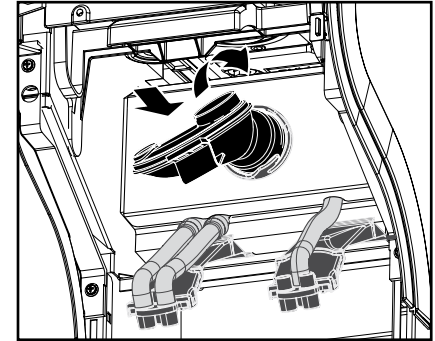

Bild 30
- g. Sätt tillbaka mix-insatsen med tätningsringen igen och vrid den medurs tills det tar emot (bild 30).